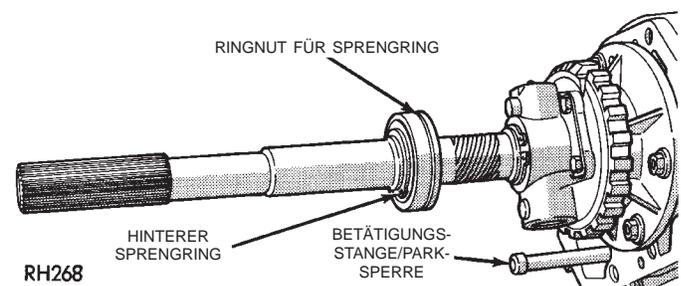

Abb. 30 Hinteres Abtriebswellenlager—Typisch
(1) Gehäusefortsatz abbauen.
(2) Sprengring entfernen, mit dem das hintere Lager an der Abtriebswelle gesichert ist (Abb. 30).
(3) Lager von der Abtriebswelle trennen.
(1) Lager auf die Abtriebswelle schieben. Darauf achten, daß die Ringnut des Lagers zum Regler zeigt.
(2) Sprengring des hinteren Lagers einsetzen (Abb. 30).
(3) Gehäusefortsatz montieren.